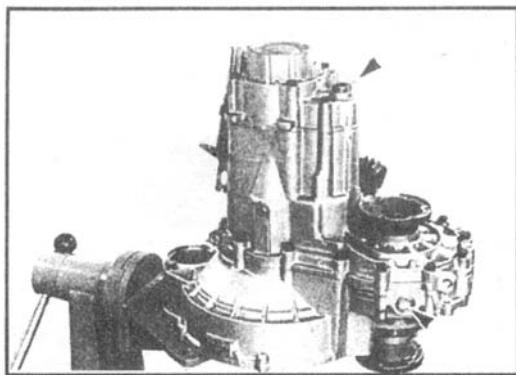

图 4-10 拆卸变速器 (一)
(1) 将变速器支起, 拧下离合器壳上差速器侧的放油螺塞, 同时旋下后盖上的放油螺塞 (如图 4-10 箭头所指螺塞), 将油放净。